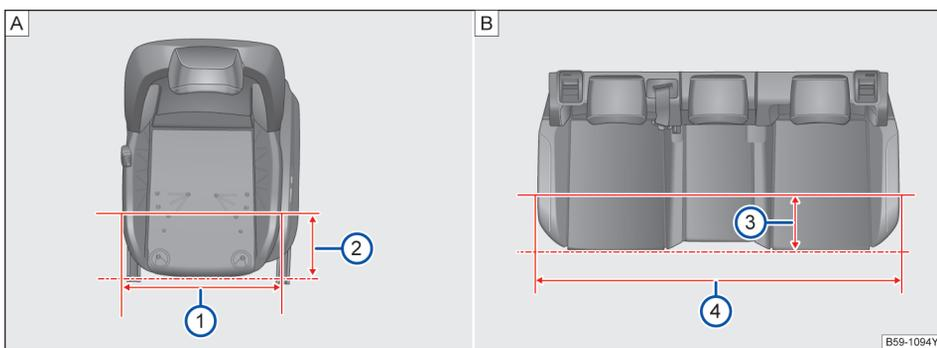

图 84 座椅座宽
如图→图 84|A| 在距离前排座椅边缘 200mm
时→图 84|A|②，前排座椅座垫宽度为
498.3mm→图 84|A|①。
如图→图 84|B| 在距离后排座椅边缘 200mm
时→图 84|B|③，后排座椅座垫宽度为
1251.5mm→图 84|B|④。